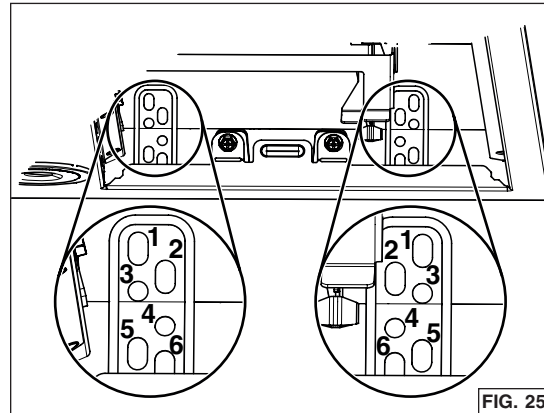

FIG. 25
- Levantar la campana hasta que su borde quede en la base del gabinete. Sujetar la campana al gabinete usando 4 tornillos para madera n.º 8 x 5/8 pulg. incluidos en la bolsa de piezas (2 tornillos a cada lado). Usar los orificios superiores o inferiores (1, 2, 3, 4, 5 o 6) (FIG. 25).